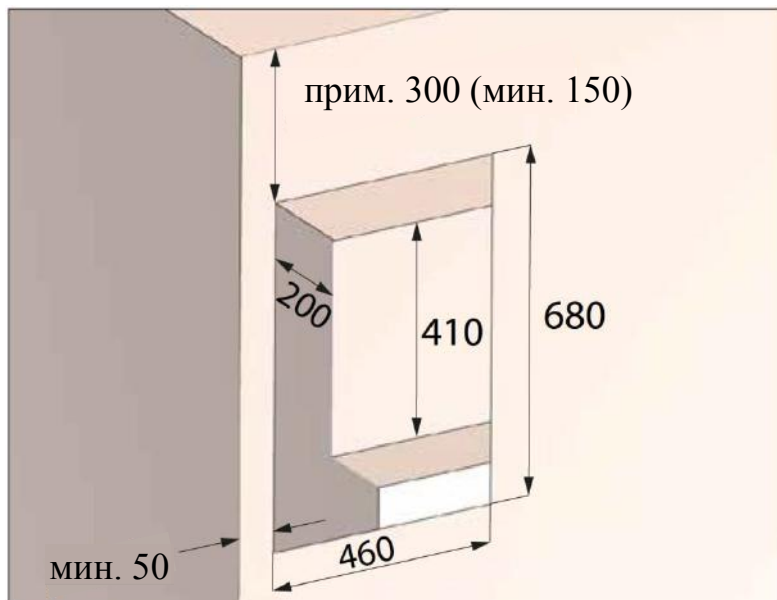

Рис. 8: стенной проем для монтажного комплекта **без** вставки-заполнителя, размеры в мм
- Стенной проем с нишей (см. рис. 8) для монтажного комплекта **без** вставки-заполнителя M-WRG-II M/Fü
- Стенной проем с нишей (см. рис. 8 на стр. 17) для монтажного комплекта **без** вставки-заполнителя M-WRG-II M/Fü